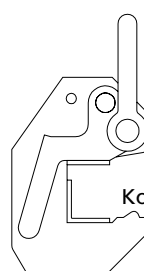

Abb. 36.5 M-Kranhaken
- ist der Kranhaken sofort auszutauschen. Dies gilt auch, wenn nur ein Schenkel das Kontrollmaß überschreitet (Abb. 36.5 und 36.6).